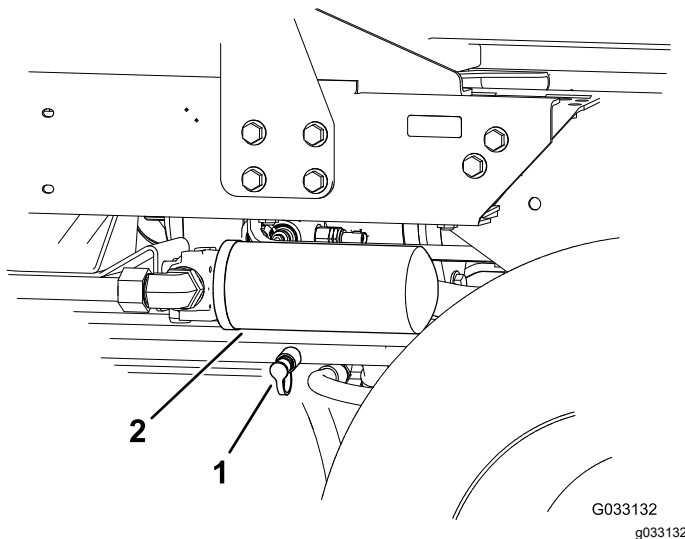

Figura 64
2. Conecte una manguera hidráulica entre el acoplamiento diagnóstico del colector de tracción trasera, y el punto de prueba de presión de tracción en marcha atrás (Figura 64).